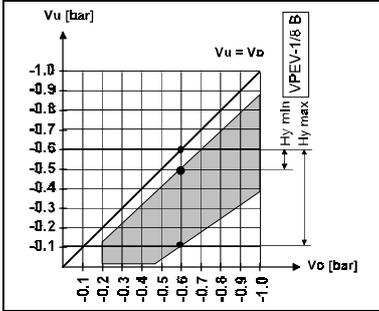

Bild 10/Fig. 10
4. Beaufschlagen Sie den VPEV-1/8 mit dem gewünschten unteren Schaltvakuum  $v_u$  (z. B. - 0,65 bar,  $v_u = v_o - H_y$ ) Die minimal und maximal einstellbare Hysterese ist in Bild 10 dargestellt.
4. Apply the desired lower switching vacuum  $v_u$  (e.g. - 0.65 bar,  $v_u = v_o - H_y$ ) to the VPEV-1/8. The minimum and maximum hysteresis that can be set is represented in Fig. 10.